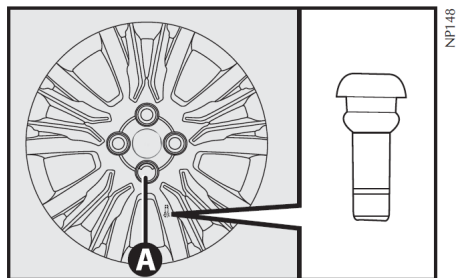

fig. 9
8) Coloque a presión la taza de la rueda en la llanta, haciendo coincidir el símbolo , grabado en el interior de la taza, con la válvula de inflado; de esta forma, el orificio más grande de la taza A-fig. 9 pasará a través del tornillo colocado anteriormente.